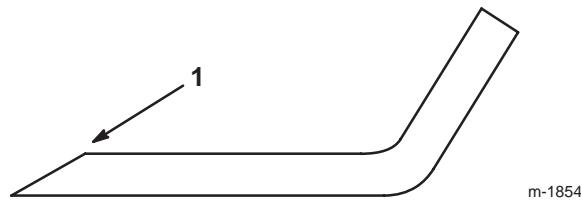

Bild 33
1. Schärfen Sie die Schnittkante an beiden Enden des Schnittmessers mit einer Feile (Bild 33). Behalten Sie den ursprünglichen Winkel bei. Das Messer bleibt ausgewuchten, wenn Sie die gleiche Menge Metall von beiden Schnittkanten entfernen.